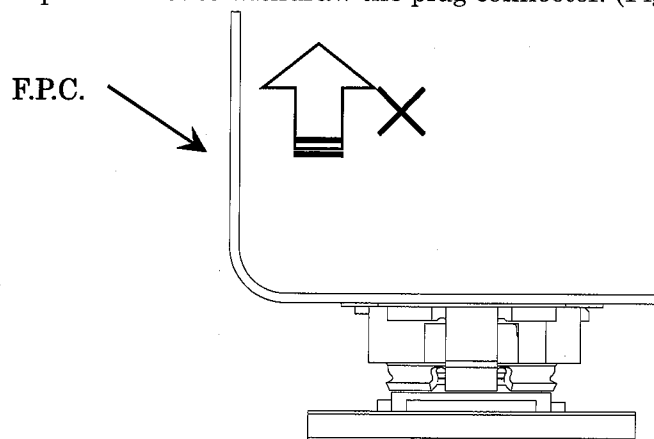

図 9 (Fig.-9)
- ・ F.P.C.を引っ張り上げ、プラグコネクタを抜去しないで下さい。(図9)